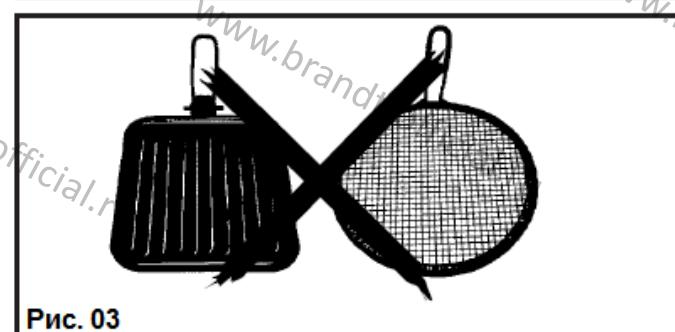

Рис. 03
- Не используйте сковороды с термостатами, сковороды-тостеры, сковороды-гриль или сотейники с ножками, которые могут прикасаться к стеклянной поверхности прибора (Рис. 03).